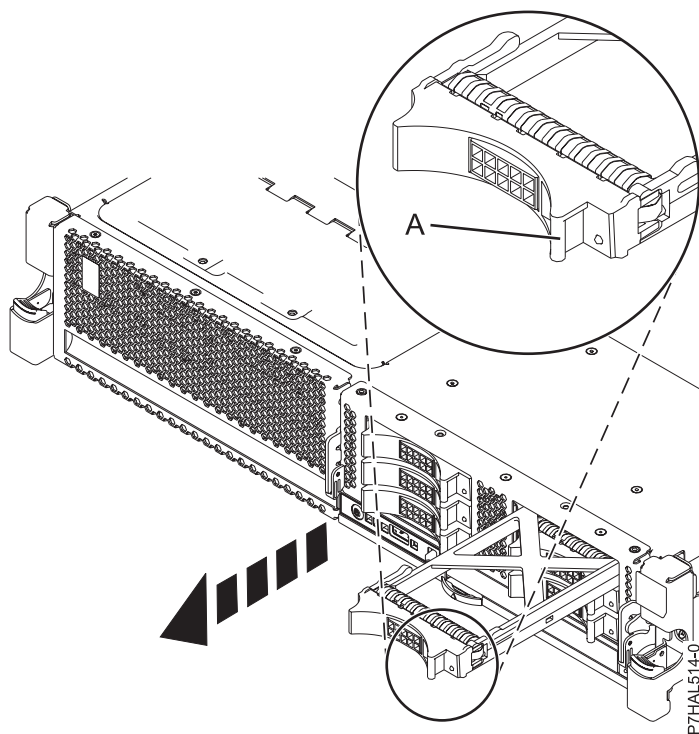

Figura 26. Extracció d'un panell de reblliment d'unitat de disc
3. Aguanteu la nansa del panell de reblliment **(A)** i estireu-la fent-la sortir de la ranura, tal com es mostra a la Figura 26 a la pàgina 44.